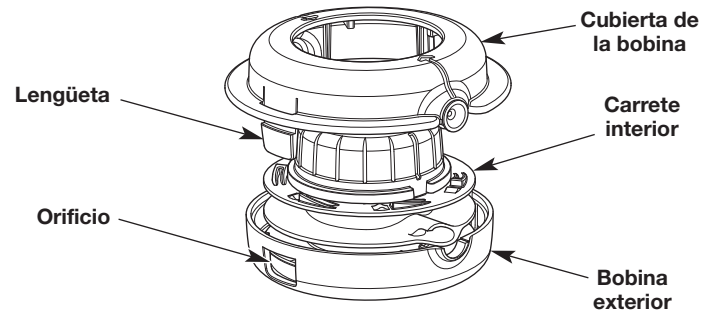

Fig. 20
- Oprima firmemente las lengüetas del cabezal de corte (Fig. 20).
- Retire la cubierta de la bobina (Fig. 20).
- Utilice una tela limpia para limpiar el carrete interior, la bobina exterior y la cubierta de la bobina (Fig. 20).
- Se deben alinear las lengüetas de la cubierta de la bobina con los orificios de la bobina exterior (Fig. 20). Oprima la cubierta de la bobina sobre la bobina exterior hasta que las lengüetas entren a presión firmemente en los orificios.